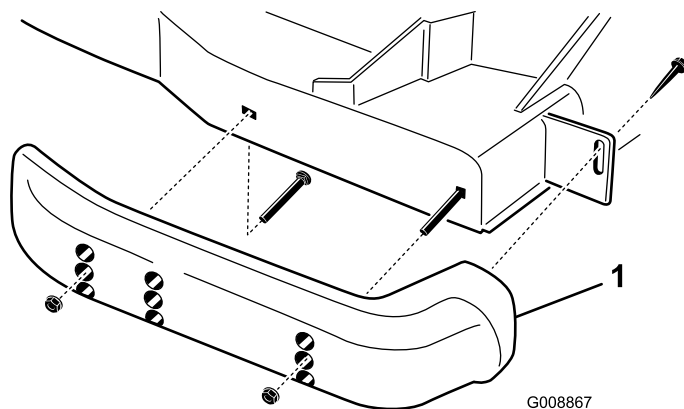

Figura 29
- Afloje el tornillo situado en la parte delantera de cada patín (Figura 29).
2. Retire los pernos con arandela prensada y las tuercas de cada patín (Figura 29).